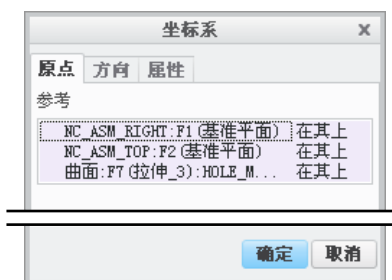
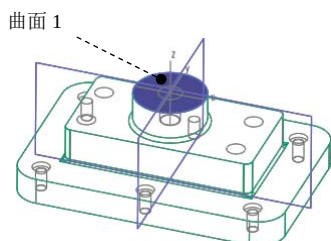

图 4.1.19 “坐标系”对话框
图 4.1.20 坐标系的建立
Step4. 机床坐标系设置。在“操作”操控板单击  按钮, 在弹出的菜单中选择  命令, 系统弹出图 4.1.19 所示的“坐标系”对话框。按住 Ctrl 键依次选择 NC_ASM_RIGHT、NC_ASM_TOP 基准面和图 4.1.20 所示的模型表面作为创建坐标系的三个参考平面, 单击